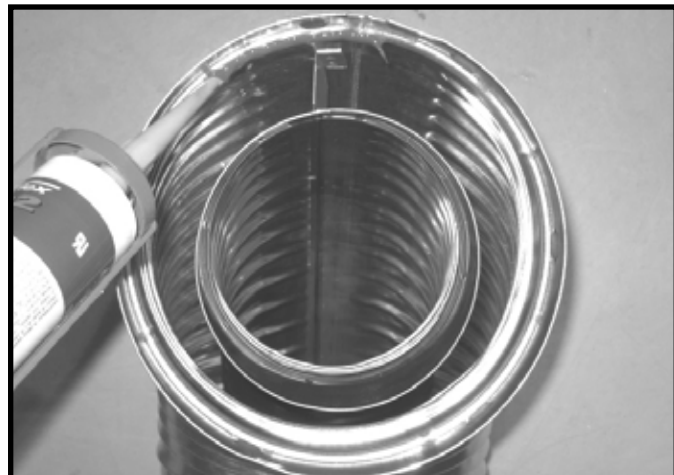

Figure 10.1 Produit d'étanchéité à la silicone pour haute température
- Appliquer un cordon de produit d'étanchéité à la silicone (résistant au minimum à une exposition continue à 300 °F [149 °C]) à l'intérieur du raccord de conduit femelle extérieur avant de joindre les sections. Voir la figure 10.1.